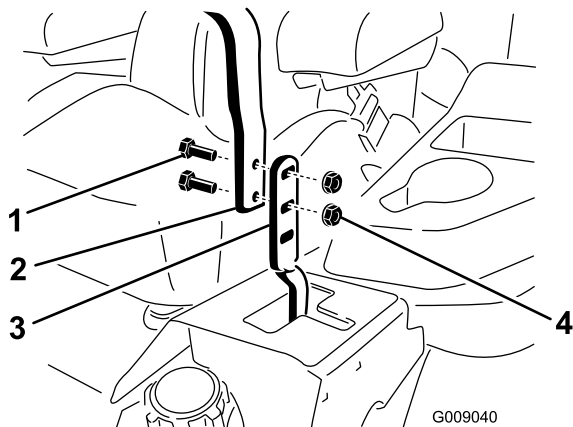

Figure 61
3. Desserrez les boulons et les écrous à embase situés dans les leviers (Figure 61).